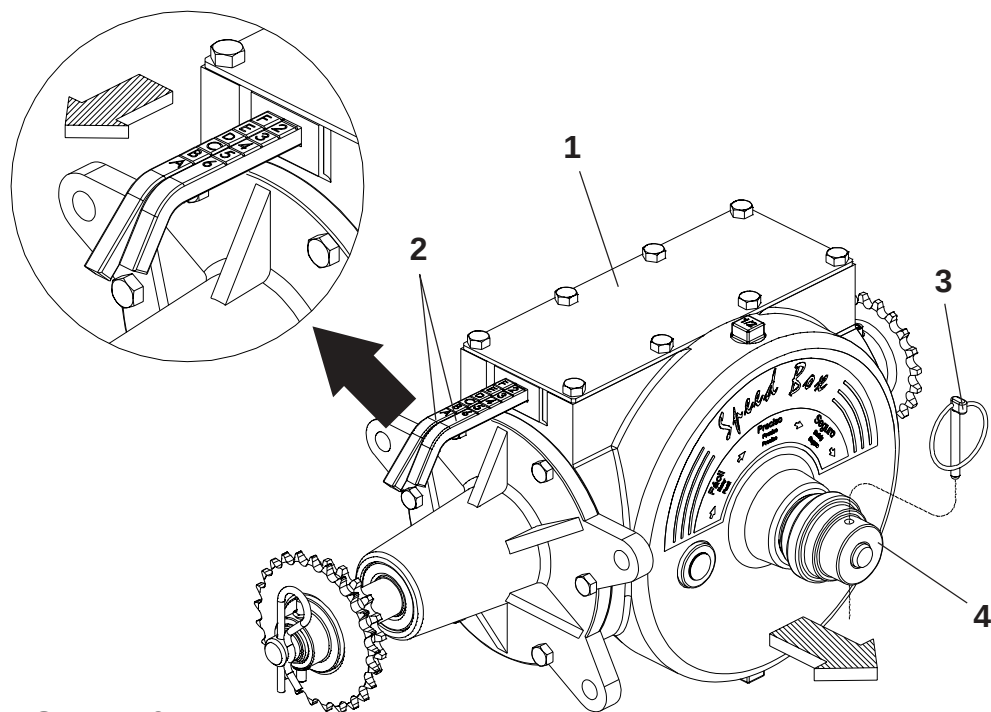

FIGURA 70
CAIXA DE VELOCIDADES "SPEED BOX" (FIGURA 70) SPA MEGA FLEX 4000 / 4500 / 5000 / 5500
- As semeadoras são equipadas com o sistema de caixa de velocidades (**Speed Box**) (1), que aciona o sistema de distribuição com regulagens simples, garantindo troca de rotações rápidas. Para fazer a regulagem de sementes proceda da seguinte forma:
1 - Selecione a quantidade desejada nas tabelas e verifique a combinação correspondente nas alavancas (2). **Exemplo:** Posição **F2** na tabela, indica que a alavanca com letras deve estar na posição "**F**" e a alavanca com números deve estar na posição "**2**", **conforme mostra a figura 70.**